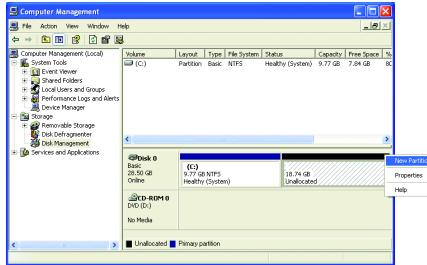

図 6
5. オペレーティングシステムをインストールする前にハードドライブを適切に分割していなかった場合、ハードドライブの空きスペースを使用して新しいパーティションを作成することができます（図 6、7）。ただし、Disk Management に示されたハードドライブのシステムパーティションに未割り当てるスペースがない場合、新しいパーティションを作成したり Xpress Recovery2 を使用することはできません。この場合、オペレーティングシステムを再インストールし、ハードドライブを再分割してください。